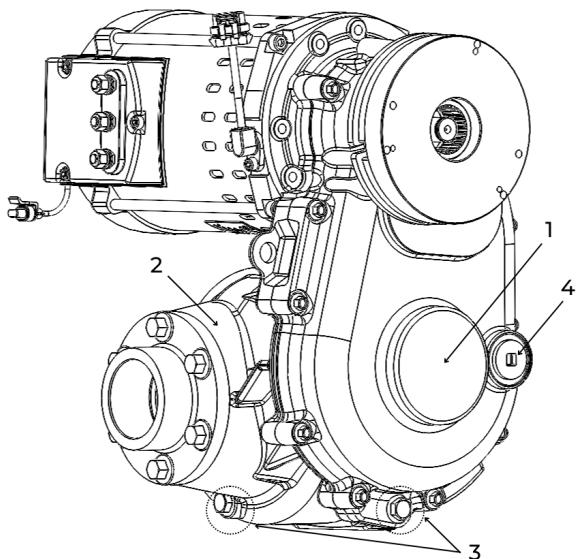

Figure 46. Bouchons de vidange.
1. Nettoyer tous les composants du système de freinage (voir figure 46) et les examiner pour déceler toute trace de corrosion ou de dommage.
2. Lubrifier les roulements à bride (1) à l'aide d'un lubrifiant en aérosol.
3. Vérifier le niveau de liquide de frein dans le maître-cylindre (1). Recharger-le avec du liquide de frein DOT-3 si nécessaire.